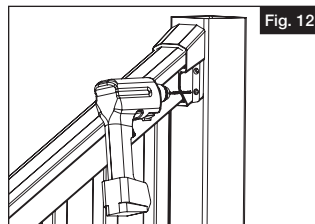
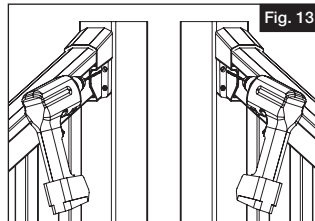

Fig. 12
Fig. 13
- Atornille los soportes metálicos del travesaño superior a la parte inferior de cada extremo del travesaño, con un tornillo cuadrado #10 de 1" (se vende por separado) en la ranura central del soporte (Fig. 12).
- Comience en un lado del travesaño y alinee el primer barrote con el primer agujero ranurado en el lado inferior del travesaño superior y encaje el travesaño superior en su posición (Fig. 13).
- a. Centre el soporte en el poste. Utilice los agujeros del soporte como guía para taladrar los agujeros inferiores con una broca de $\frac{5}{32}$ " (Fig. 12). Introduzca uno de los tornillos #10 de 2" por este agujero. Taladre el otro agujero inferior e introduzca en él otro tornillo de 2". Ahora taladre los 2 agujeros superiores del soporte (Fig. 13). Introduzca otros dos tornillos de 2" en esos agujeros. Tenga cuidado de no apretar demasiado.